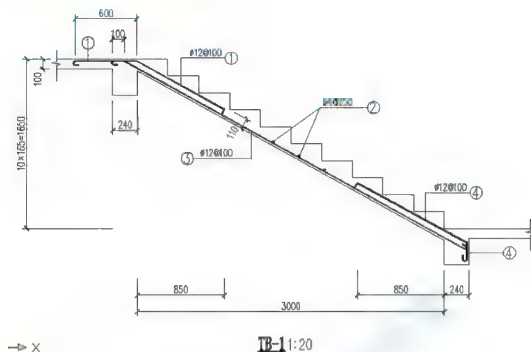

图 5.86 标注尺寸和钢筋编号
(10) 按 1 : 20 的比例标注尺寸、钢筋编号及图名和比例, 结果如图 5.86 所示。